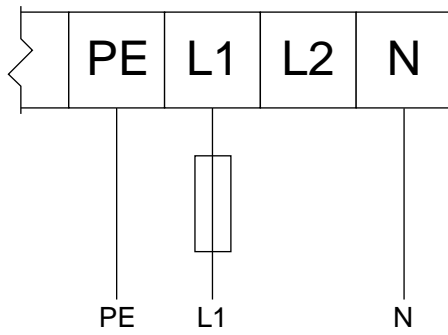

Figure 8 Entrée 120 V CA, monophasé/Sortie 240 V CA, triphasé
- Brancher les câbles d'alimentation aux bornes d'alimentation du boîtier VFD. Voir le tableau 1 Raccordements de l'alimentation secteur au VFD, page 23 et Figs. 8–12, selon le cas pour le système utilisé.